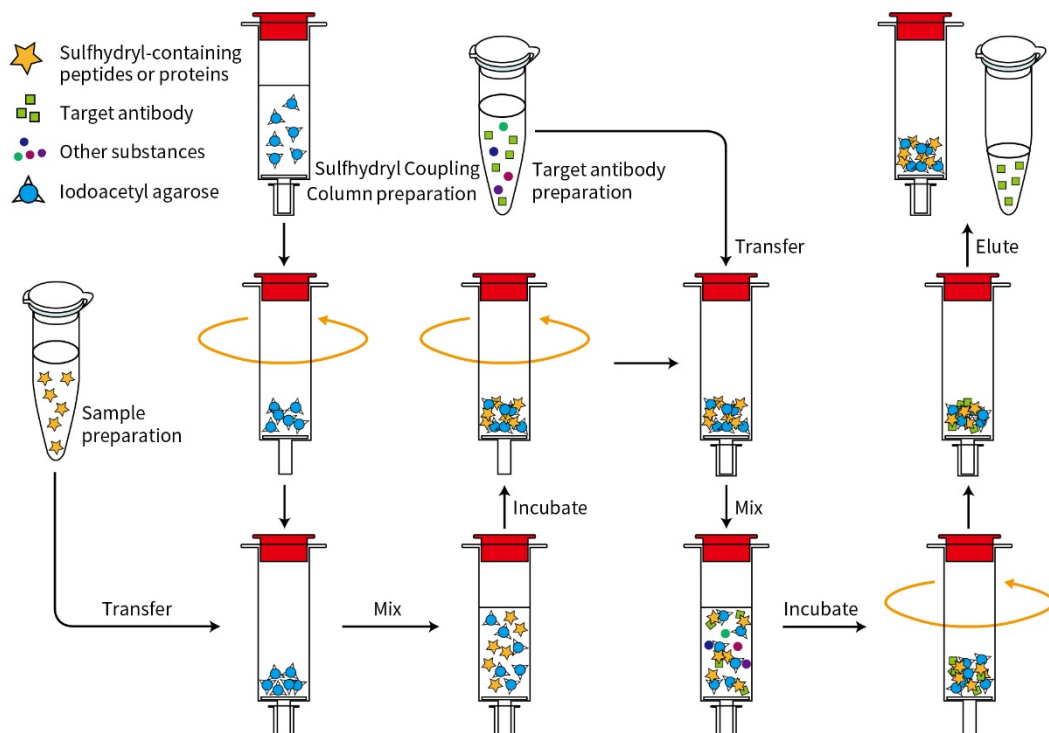

图1. 碧云天的蛋白固定与亲和纯化试剂盒(P2059)的实验流程图。
- 本试剂盒在抗体纯化等领域内应用非常广泛。Iodoacetyl Agarose可以特异地结合并固定含巯基的抗原、多肽或蛋白等生物配体, 用于抗体等能特异性相互作用的蛋白或多肽的纯化。本试剂盒的实验流程参考图1。